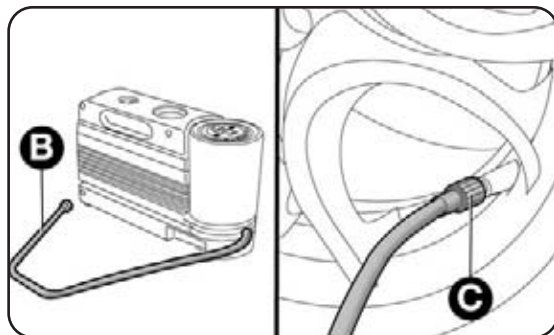

fig. 16
- Aziona il freno a mano, svita il cappuccio dalla valvola del pneumatico, estrai il tubo flessibile di riempimento B-fig. 16 ed avvitila sulla ghiera C sulla valvola del pneumatico;